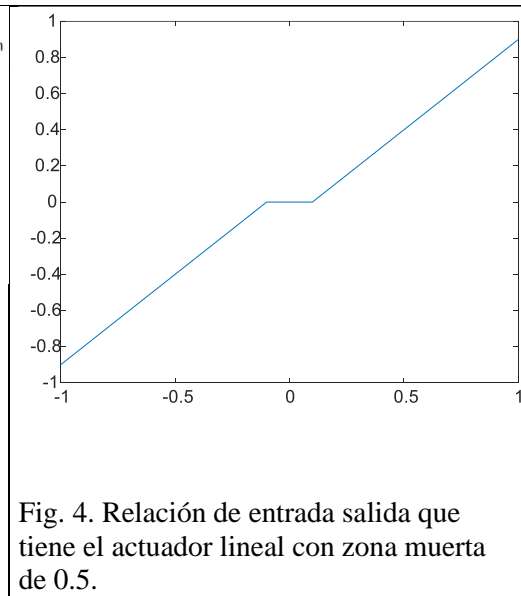

Fig. 4. Relación de entrada salida que tiene el actuador lineal con zona muerta de 0.5.
-Determinar el efecto de la no linealidad en la acción de control, descripta en la Fig. 4, y verificar cuál es el máximo valor admisible de la no linealidad.
-Determinar el efecto de la no linealidad en la acción de control, descripta en la Fig. 4, y verificar cuál es el máximo valor admisible de esa no linealidad.